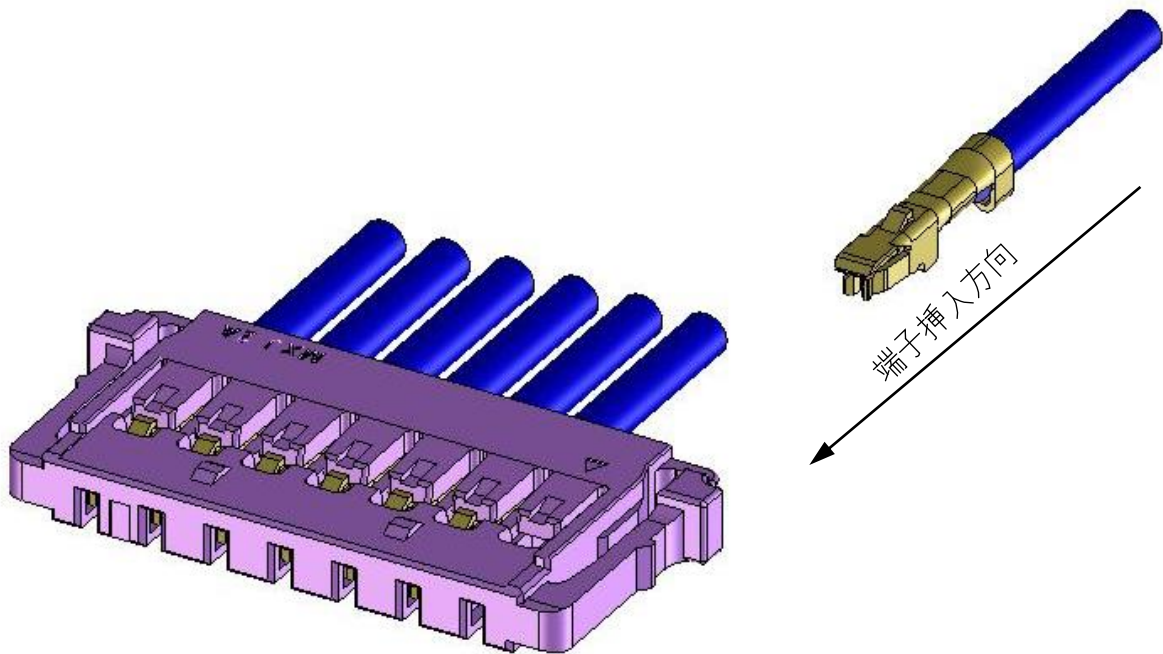

Fig. 6-1
- ③ 端子ランス部が、リセプタクル ハウジングの中央に向かうように持ち、端子が突き当たる位置まで (1.6~2.4N 程度の力で) ゆっくりと真っ直ぐ装着して下さい。(Fig.6-1)